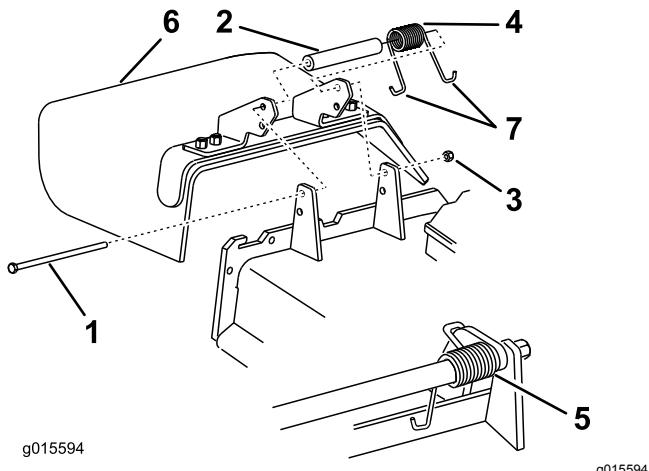

Figure 104
1. Retirez le contre-écrou, le boulon, le ressort et l'entretoise qui fixent le déflecteur aux supports de pivot (Figure 104).
2. Enlevez le déflecteur s'il est endommagé ou usé (Figure 104).
Remarque: Prenez soin de placer une extrémité en J du ressort derrière le bord du tablier avant de mettre le boulon en place, comme montré à la Figure 104.
6. Accrochez l'extrémité en J du ressort au déflecteur d'herbe (Figure 104).